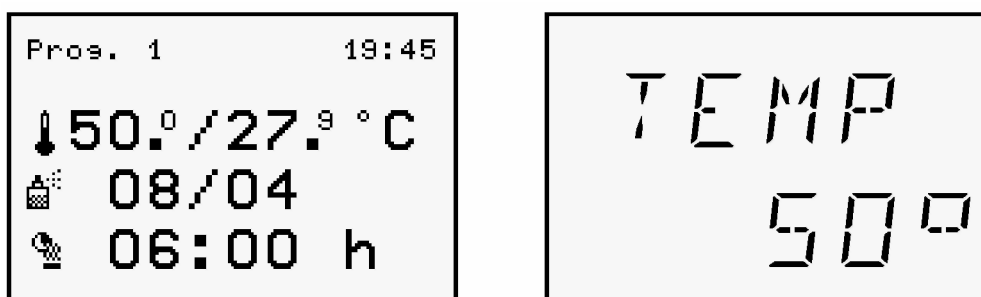

Рис. 4. Страница «Паровая баня» (пример)
- 15 С помощью гистограммы отображается фактическая и заданная температура. На рис. 4 верхняя полоса представляет собой ту температуру, которой необходимо достичь (90 °C). Нижние полосы представляют собой текущую температуру (60 °C).
18. Нажать клавишу ▼. Снова откроется страница «Паровая баня» (рис. 4).
1. Откроется страница «Паровая баня» (рис. 4).